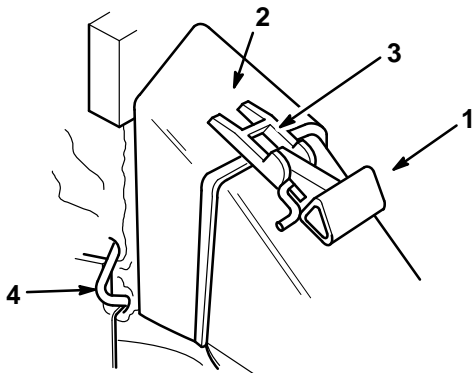

Figura 40
3. Coloque la abertura de la puerta del saco sobre el la abertura del canal de descarga tal como se muestra en la figura 40.